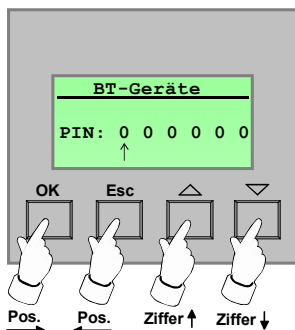

Bild 3: PIN-Eingabe
3. An dieser Stelle ist es möglich, dass der Bediener dazu aufgefordert wird, eine PIN einzugeben (Bild 3). Die 6-stellige Identifikationsnummer kann das Gerät auf Benutzerebene vor unbefugtem Fremdzugriff schützen.